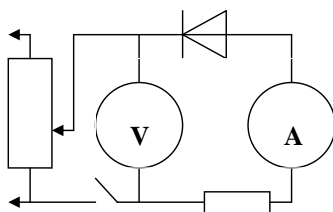

Рис. 2
4. Разберитесь с работой схемы, представленной на рис. 2. Обратите внимание на полярность включения диода и измерительных приборов.